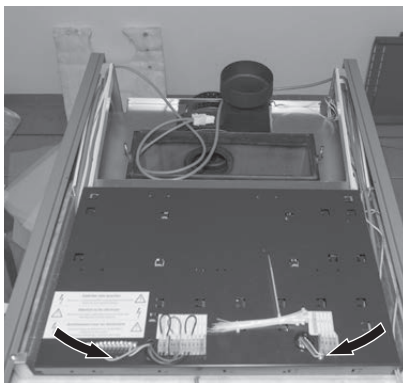

Fig. 88 Retirer les 2 vis, ouvrir le couvercle
- ▶ Retirer les 2 vis à l'avant du tableau de distribution et ouvrir le couvercle – Fig. 88.